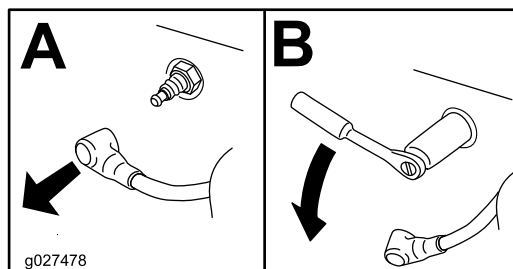

Figure 64
4. Déposez la bougie (Figure 64).